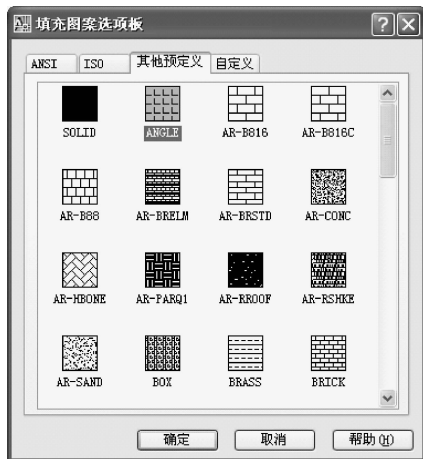

图 3-12 “填充图案选项板”对话框
①“预定义”类型。该类型的填充图案是 AutoCAD 存储在产品附带的 acad.pat 或 acadiso.pat 文件中的预先定义的图案。
②“用户定义”类型。该类型的填充图案由基于图形中的当前线型的线条组成,它们将显示在“样例”列表框中。可以通过更改“角度和比例”选项区域中的“间距”和“角度”参数来改变填充图案的疏密程度和倾角大小,还可以通过选中“双向”复选框来双向填充线条。
③“自定义”类型。该类型的填充图案是在自定义 PAT 文件中定义的图案。
(2) “图案”下拉列表框。单击“图案”后面的  按钮,将显示“填充图案选项板”对话框,如图 3-12 所示。该对话框中提供了 4 个选项卡,分别为 ANSI(美国国家标准学会标准)、ISO(国际标准)、“其他预定义”和“自定义”。用户可以根据绘图需要,任意选用某一种标准的图案。